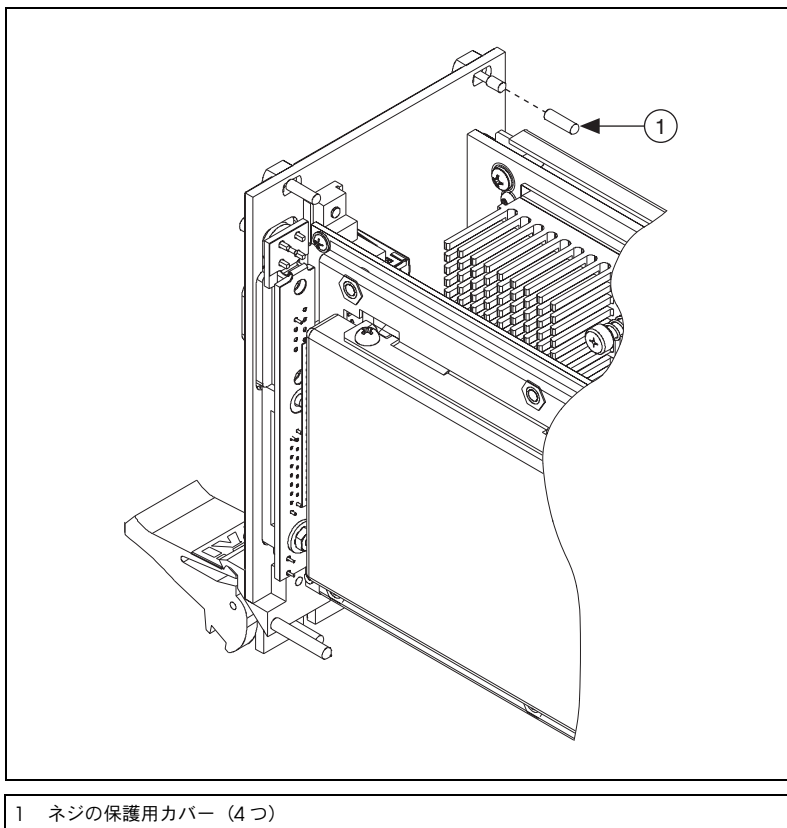

図 2-1 ネジの保護用カバーを外す
4. 図 2-1 に示すように4本のブラケット固定ネジから保護用プラスチックカバーを外します。
3. フロントパネルのブラケット固定ネジを外します。これらのネジの位置については、図 2-1 を参照してください。